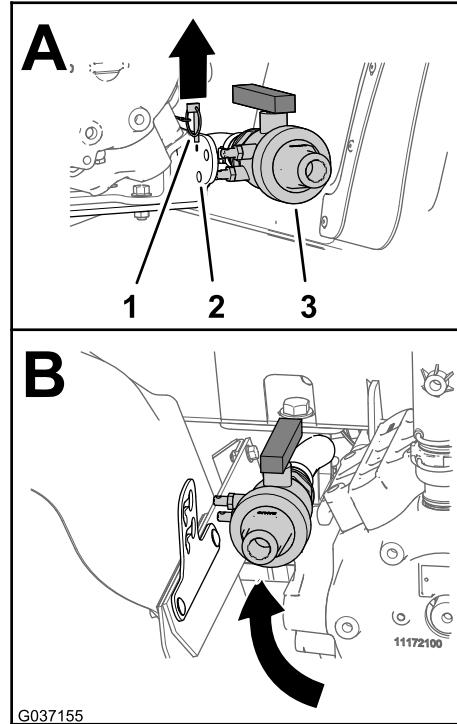

Bild 14
1. Entfernen Sie den Klappstecker, mit dem das Ablassventil an der Sprühpumpenhalterung befestigt ist (Bild 14).
- Verschieben Sie das Ablassventil zwischen den linken hinteren Kotflügel und der Sprühpumpe (Bild 14).